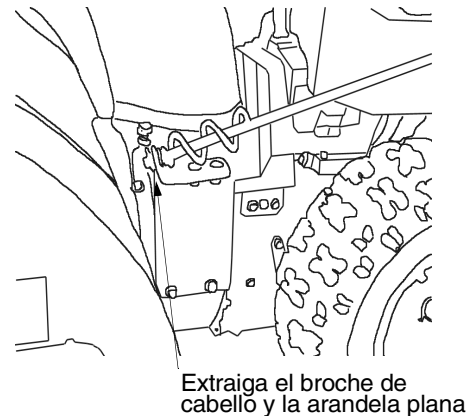

Figura 26
- Desconecte el conjunto de la manija de la canaleta extrayendo el broche de cabello y las dos arandelas planas. Vea la Figura 26.